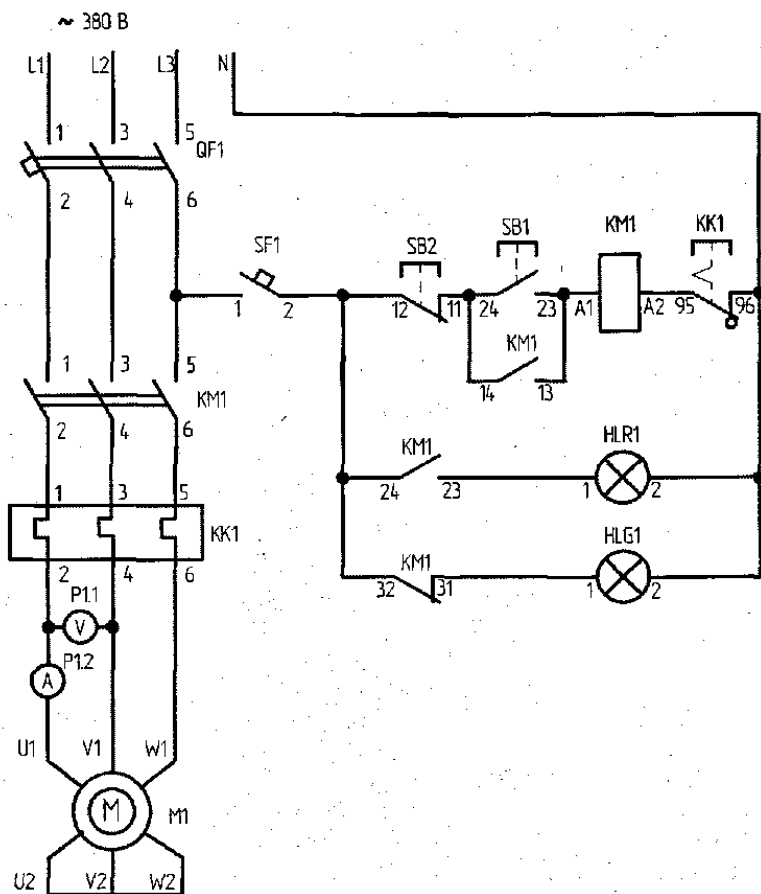
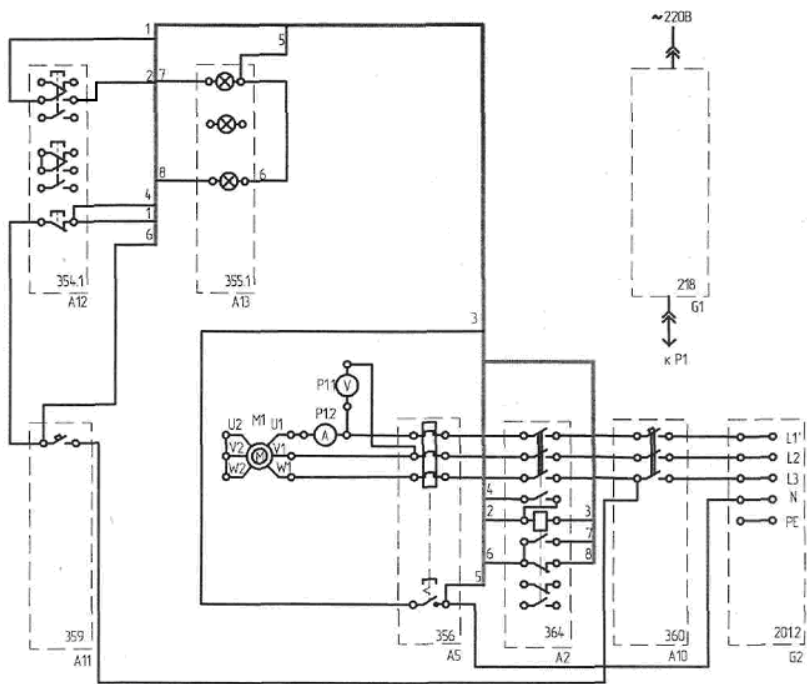

Рис. 5.1. Схема электрическая принципиальная магнитного пускателя с нереверсивной схемой управления
Рис. 5.2. Электрическая схема соединений элементов стенда для исследования неререверсивного магнитного пускателя
2. Собрать схему по рис. 5.1 (принципиальная) и рис. 5.2 (монтажная).